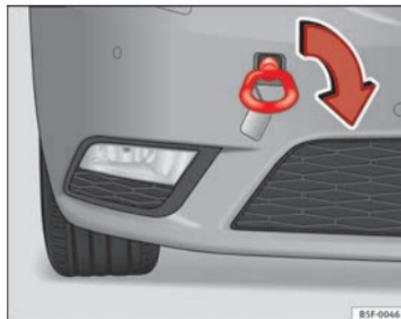

Fig. 133 Parte derecha del parachoques delantero: Argolla de remolque enroscada
- Atornille la argolla de remolque hasta el tope en la rosca ⇒ fig. 133 y apriétela con la llave de rueda.